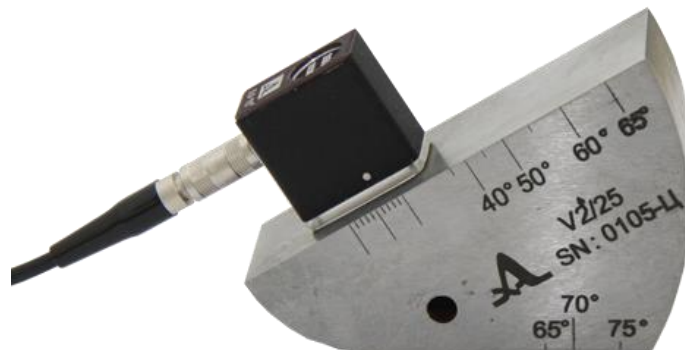
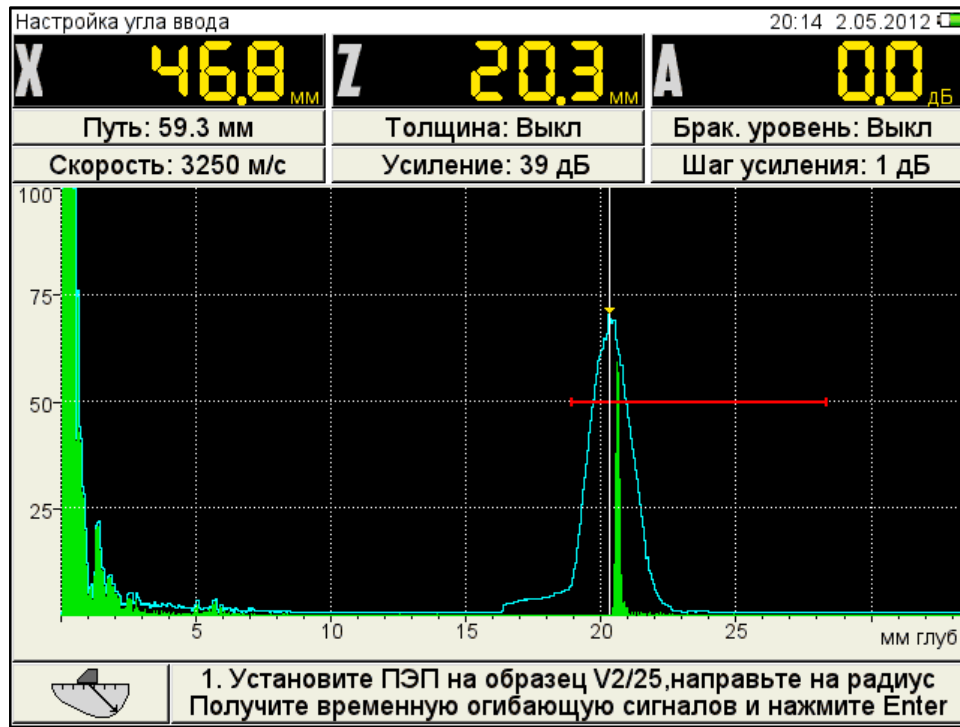

Рисунок 27
Рисунок 28
- для определения задержки в призме преобразователя просканировать радиусную часть (R50) образца V2/25 со стороны длинной грани (рисунок 27), получить временную огибающую сигналов (рисунок 28) и нажать клавишу;